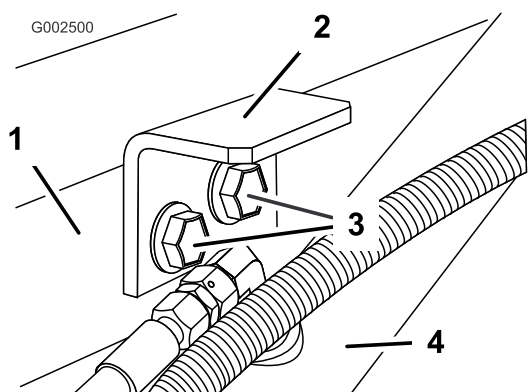

**Figura 17**
1. Localize e retire os dois parafusos traseiros e porcas flangeadas no suporte do cilindro de elevação (Figura 17). Guarde os dispositivos de fixação para utilizar depois.